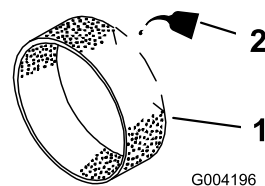

Figura 19
3. Applicare circa 30–60 ml d'olio sul prefiltro (Figura 19).